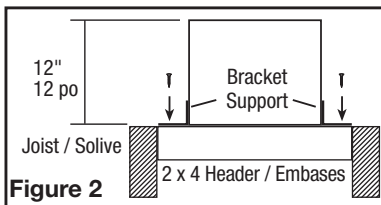

Figure 2
- Mounting to a Joist:** Install two - 2 x 4 headers (not included) between the joists. Position the fan housing on top of the headers and secure the mounting brackets with screws (not included) to the header (**Figure 2**).
- Montage sur une solive:** Installez deux - 2 x 4 embases (non inclus) entre les solives. Positionnez le boîtier du ventilateur sur les embases et fixez les supports de montage à l'aide des vis (non inclus) (**Figure 2**).